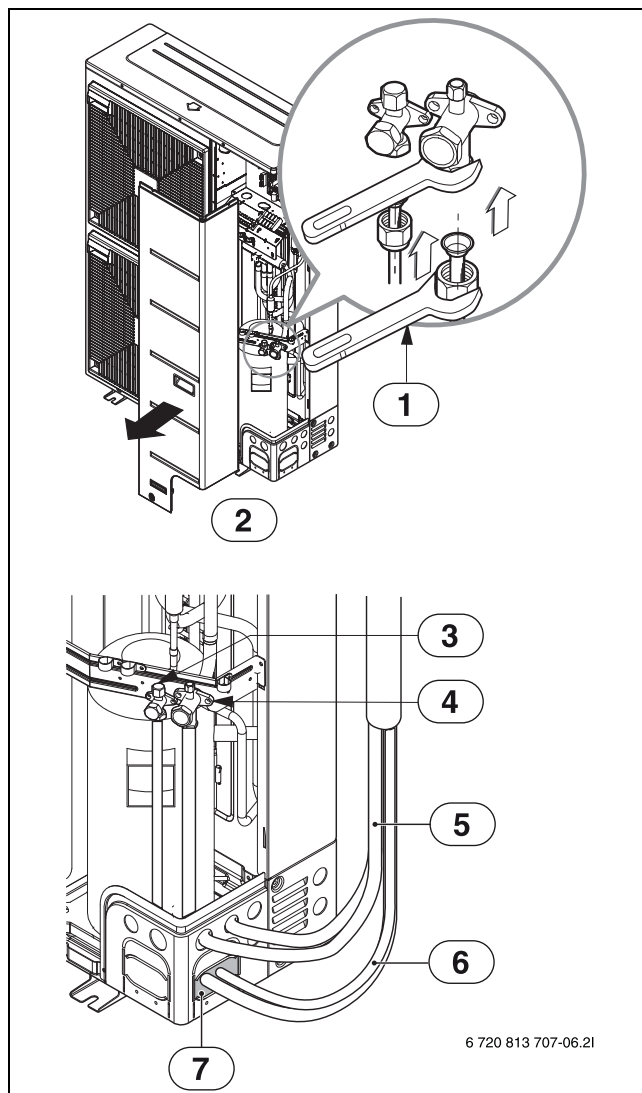

Fig. 23
- Rørgennemføringer tættes med kit eller isoleringsmateriale (tilpasses på stedet). Herved lukkes alle åbninger (→fig. 23).